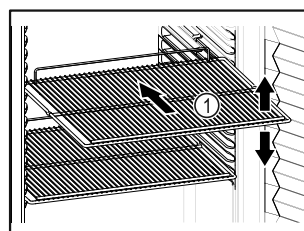

Fig. 47 Voorbeeld
- Indien de legroosters *Fig. 47 (1)* verplaatsbaar zijn, deze aan de hoogte aanpassen.